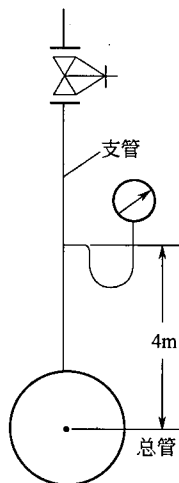

图 1-2 输油管路
(9) 有一条输油管路如图 1-2 所示, 支管上的压力表距总管高度为 4m, 压力表值为 0.2MPa , 油密度为 800kg/m^3 。试求出总管内表压为多少?